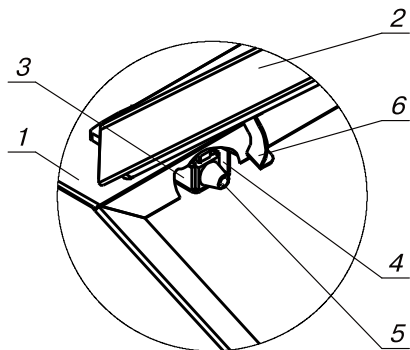

Рис.11 Установка датчика крышки бункера
6.10.6 Установите датчик крышки бункера (поз.3) Рис.11, на кронштейн (поз.4), находящийся на верхней стенке бункера (поз.1), используя винты и шайбы М5, (см. комплект поставки № п/п 4, 7, 8). Кнопка (поз.5) должна быть обращена к планке (поз.6), расположенной на крышке бункера (поз.2). Отрегулируйте положение датчика таким образом, чтобы при закрытии крышки бункера был слышен щелчок от нажатия планки на кнопку.